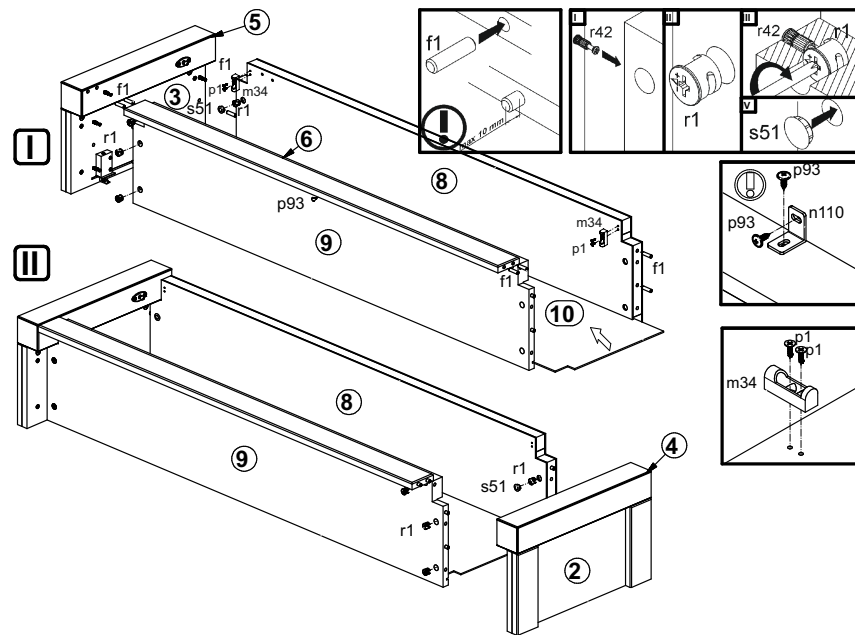

Рисунок 4
6. В отверстия  $\varnothing 3$  мм (кернения) на верхней поверхности полки **8** закрепить шурупами **p1** корпуса демфера двери **m34** (см. рис. 4).
12. В пазы в полках **8, 9** и в стенке боковой **3** вставить стенку заднюю **10** (см. рис. 4).
14. Соединить детали **6, 9** с помощью уголка **n110** и шурупов **p93** (см. рис. 4).